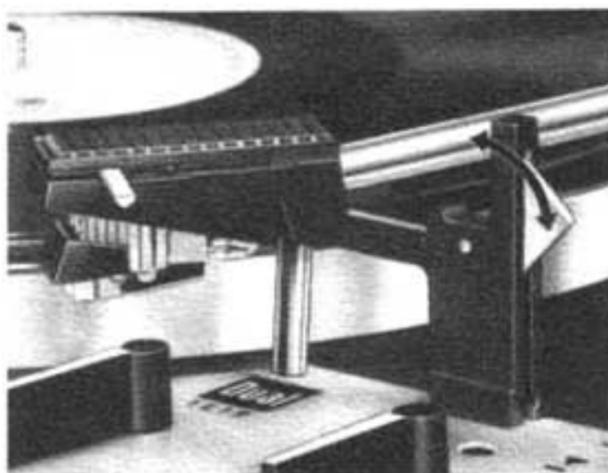

Fig. 7
Dann wählen Sie die erforderliche Plattenteller-Drehzahl ①, stellen die Drehtaste ⑰ auf den Schallplatten-Durchmesser (17, 25 oder 30 cm, bzw. 7, 10 oder 12“) ein und entriegeln den Tonarm (Fig. 7).
Bemerkung: Nach dem Spielen der Schallplatte oder der letzten Platte eines Stapels kehrt der Tonarm automatisch auf seine Stütze zurück. Das Gerät schaltet sich aus. Es empfiehlt sich, nach Beendigung des Spieles den Tonarm zu verriegeln (Fig. 7).